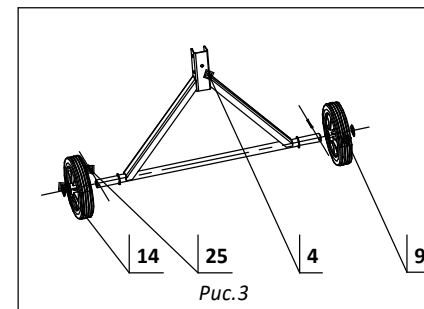

Рис.3
9.1 Установить на оси рамки нижней поз.4 два колеса поз.9, шайбы поз.14, вставить в отверстия оси два шплинта поз.25 согласно рис.3. Расшплинтовать шплинты, используя плоскогубцы.